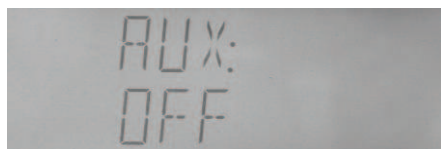

Figura 4-21 Configuración de la lista de límites
2. Pulse **LIMIT** para acceder a la página de configuración, como se ve en la figura 4-21.
- Seleccione el ítem "AUX" mediante **【▲】** o **【▼】** en la pantalla de configuración del límite, como se muestra en la figura 4-21.